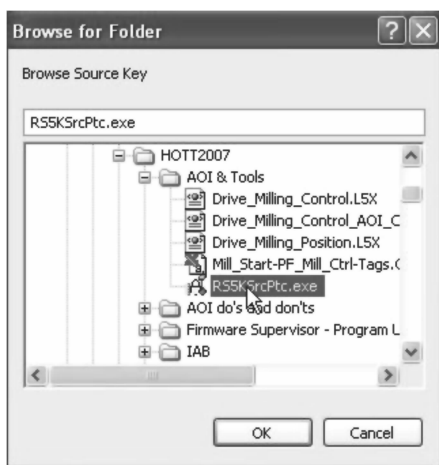

图 22-6 选择存储路径
7. 选择 C: \ HOTT \ AOI & Tools 文件夹，然后单击“确定”(OK)，如图 22-6 所示。